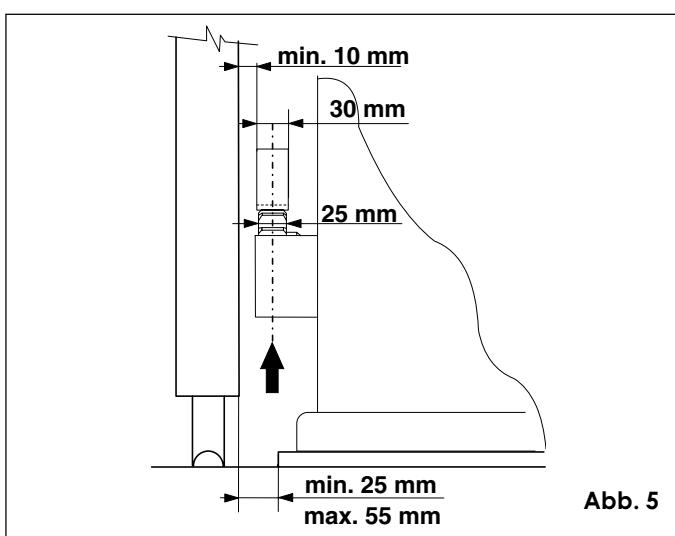
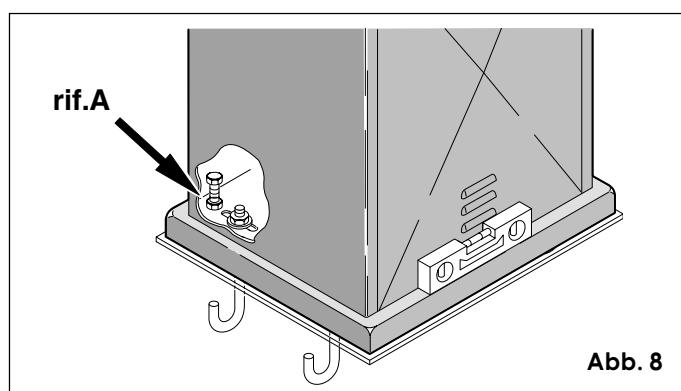
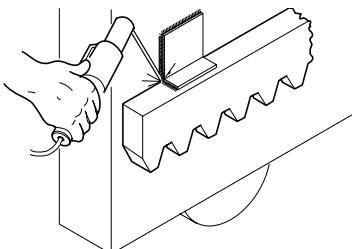
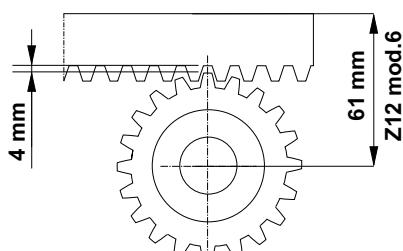

Abb. 5
Abb. 8
Abb. 10
Abb. 12
Für die Maßangaben wird auf Abb. 5 verwiesen.
- 2) Höhe der Stellfüße gem. Abb. 8 Pos. A durch Anheben des Getriebemotors um ca. 1 cm von der Fundamentplatte sowie Abstand zum Tor gem. Abb. 5 einstellen.
- 3) Mit einer Wasserwaage die Ebenheit des Antriebs prüfen, s. Abb. 8.
**Hinweis:** Zur Befestigung der Zahnstange am Tor müssen je nach Torbau entsprechende Halterungen angefertigt werden. Abb. 10 zeigt zum Beispiel eine „L“-förmige Halterung. Für die Anbringung der Halterungen s. Abb. 5 und 9.
Zur Einstellung des richtigen Verzahnungsspiels zwischen Ritzel und Zahnstange den Getriebemotor gemäß Abb. 12 nach Einbau der Zahnstange mit den Stellfüßen (Abb. 8 Pos. A) um ca. 4 mm absenken.